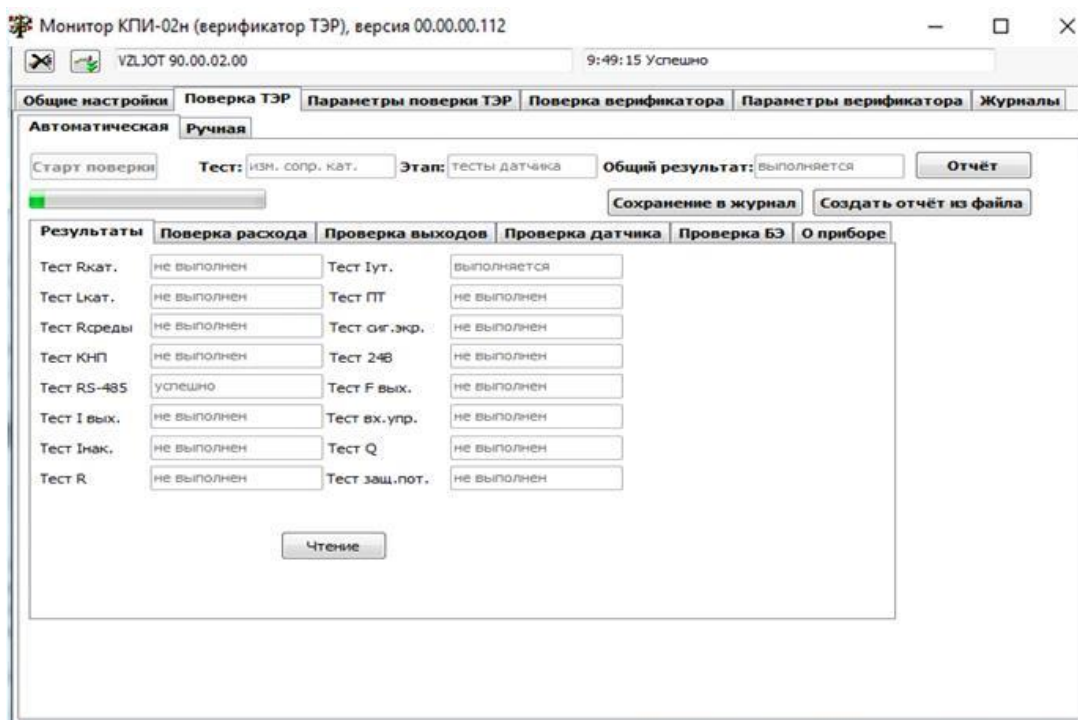

Рис.15. Вкладка «Поверка ТЭР» в автоматическом режиме.
4.2.2. Автоматическая поверка начинается после нажатия на кнопку **Старт поверки**. В окнах **Тест** и **Этап** отображаются соответственно текущий тест и этап поверки (тесты датчика, тесты БЭ или поверка расхода). По мере прохождения теста в окне **Результаты** проявляются соответствующие сообщения (рис.15).